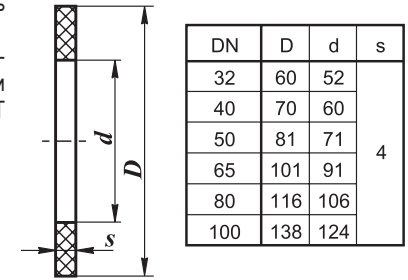
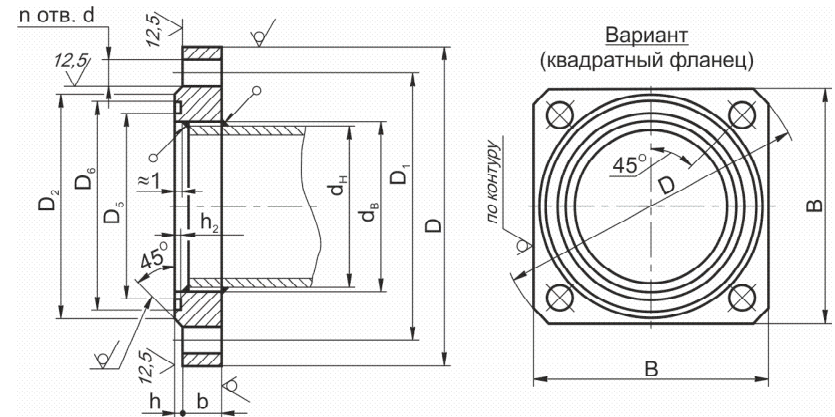

Рис. 3. Прокладка из резины листовой марки МБС
Рис. 4. Фланцы по ГОСТ 33259-2015 (исполнение уплотнительных поверхностей - D)
4.2.9 Монтаж фланцевых соединений выполнить с применением прокладок из резины МБС средней твердости (Рис. 3). Ответные фланцы - стальные приварные по ГОСТ 33259-2015 (Рис. 4, таблица 3).